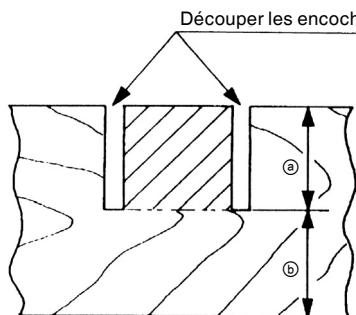

Fig. 41
Les encoches dans les pièces se découpent comme indiqué à la Fig. 41 en réglant le boulon de réglage de la profondeur de 6mm.
- Régler la profondeur de coupe voulue en réglant la distance entre la lame et la surface du socle (voir b à la Fig. 41).